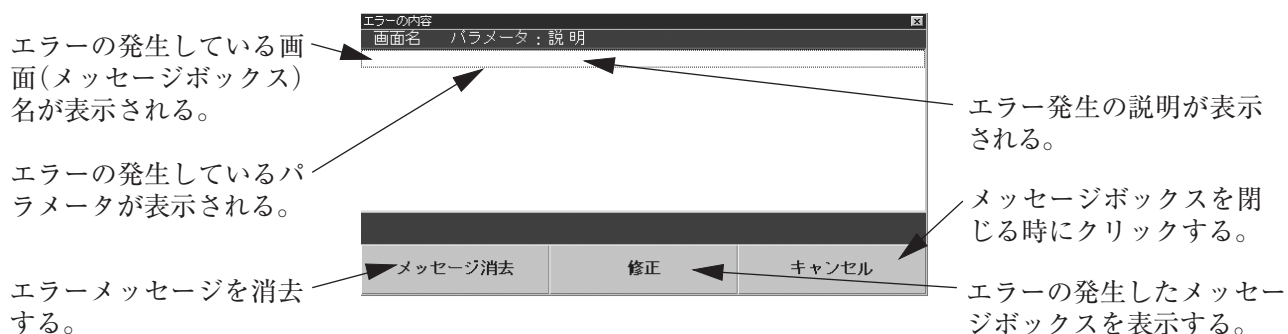

図55
- ① 画面上部メニューの「ウィンドウ(W)」をクリックし、「通信エラー」を選び再度クリックします。
- ② 図55のようなエラーボックスが表示されます。